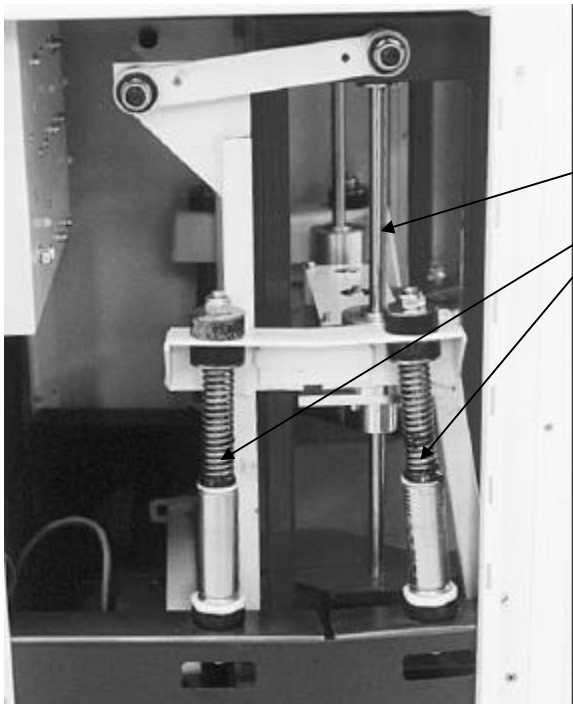

fig. 5
Smörj de fyra stötdämparna (4x) (se fig. 5:1)
Smörj de två styrelarna (2) (se fig. 5:2)